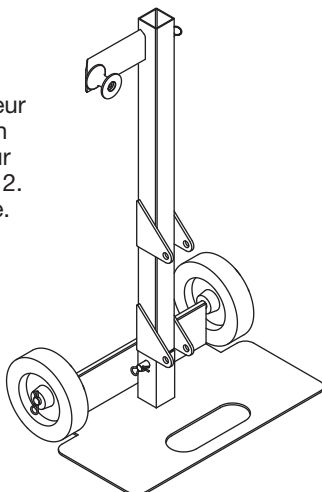

Figure 2
2. Insérer l'adaptateur de moteur dans le chariot. Veiller à bien insérer le montant du moteur comme illustré sur la Figure 2. Fixer et verrouiller la cheville.